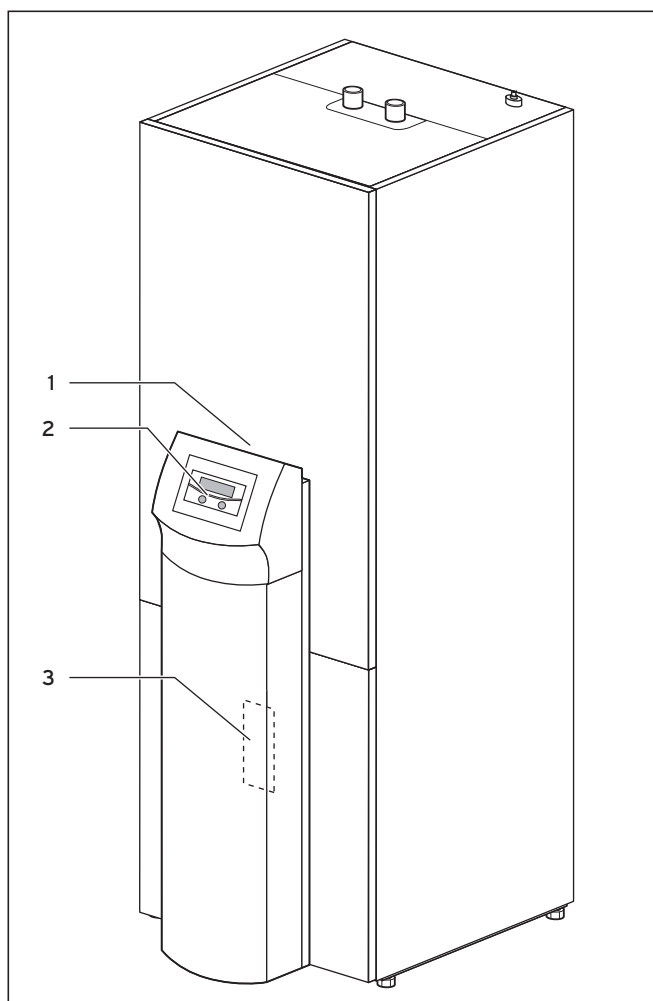

Fig. 2.5 Vista anteriore VWS/VWW
La denominazione del modello della pompa di calore è riportata sull'adesivo (vedere fig. 2.5, pos. 1) applicato al telaio della colonna.
Legenda della fig. 2.5